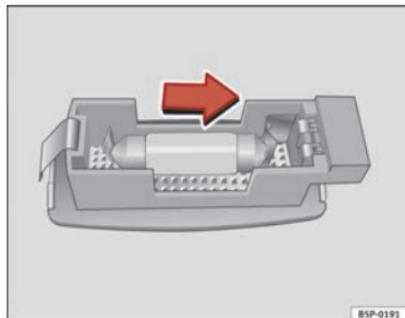

Fig. 213 Desmontaje luz del parasol
- Retire la luz con cuidado, utilizando un destornillador por su parte plana, tal como indica la figura ⇒ fig. 213.
- Retire la lámpara, moviéndola en el sentido de la flecha y hacia afuera ⇒ fig. 213.